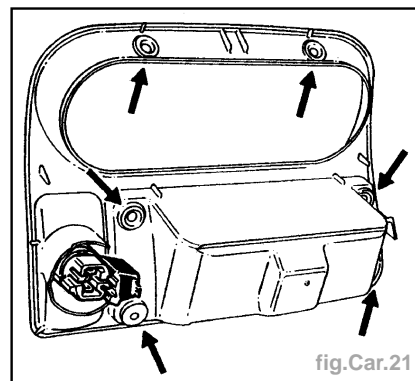

fig.Car.21
- Déposer la façade du bloc de commande de chauffage (6 vis) (fig.Car.21).